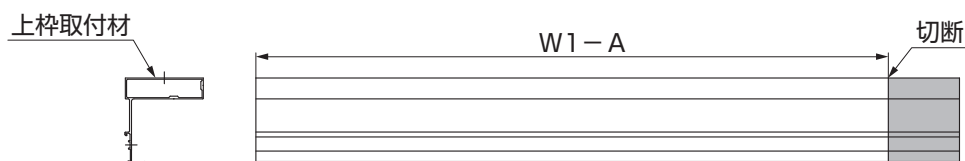

図5-8 間口側の切断 (部材を1本使用)
- ② 間口側の上枠取付材を(W1-A)mmで切断してください。(図5-8参照)
- ②間口側の上枠取付材を(X)mmで切断してください。(P.14の図5-8参照)